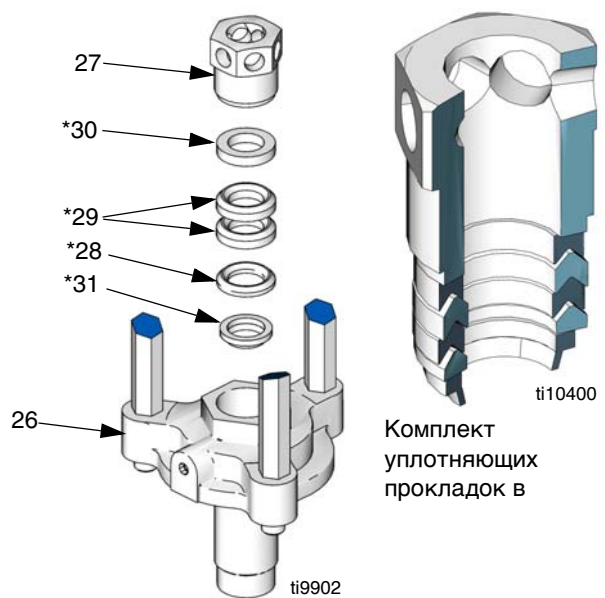

Рис.23
- 12 Снять шестигранную гайку (27) с крепежного фланца (26). Снять внешний сальник (30\*), 2 тефлоновые прокладки (29\*), внутренний сальник (28\*) и кольцо (31\*). Осмотрите все детали на наличие повреждений. См. Рис.23.